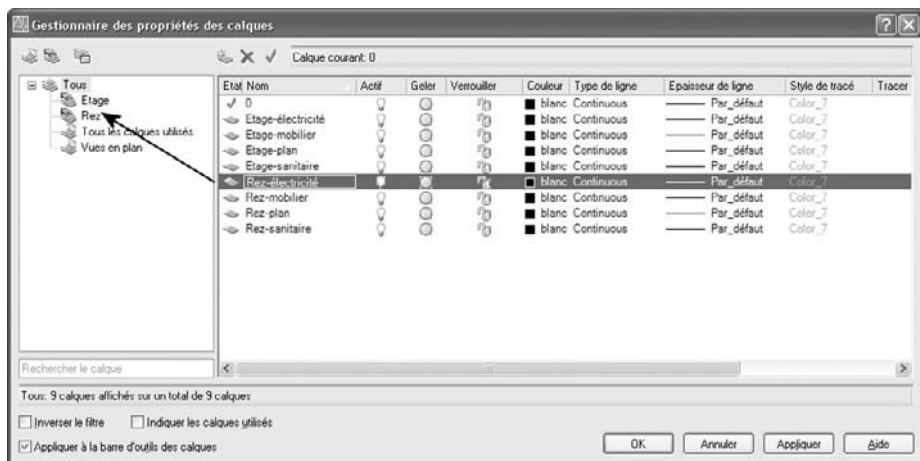

Fig.2.12
- 3 Dans la liste des calques, sélectionner ceux qui doivent faire partie du groupe REZ ; les glisser ensuite vers le nom du groupe (fig.2.12).